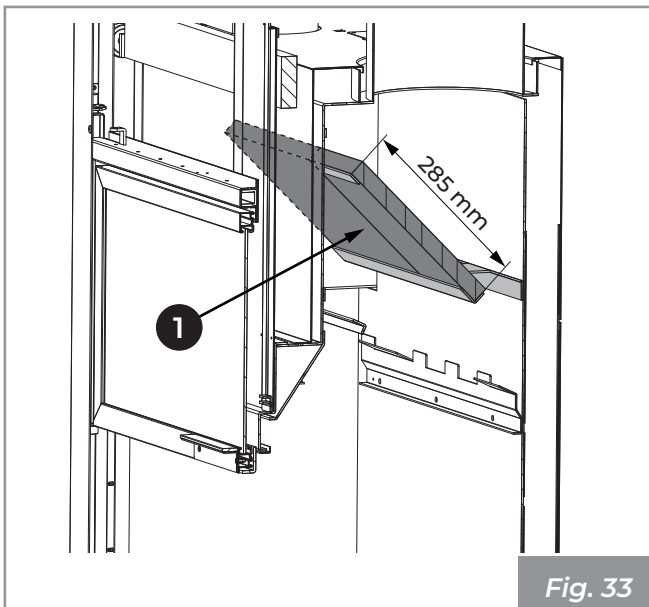

Fig. 33
- 5) Faire glisser et extraire les panneaux (1) (Fig. 33).